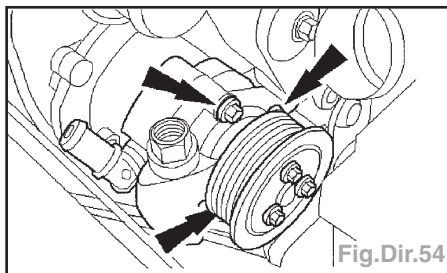

Fig.Dir.54
- Déposer la pompe de direction assistée (Fig.Dir.54).